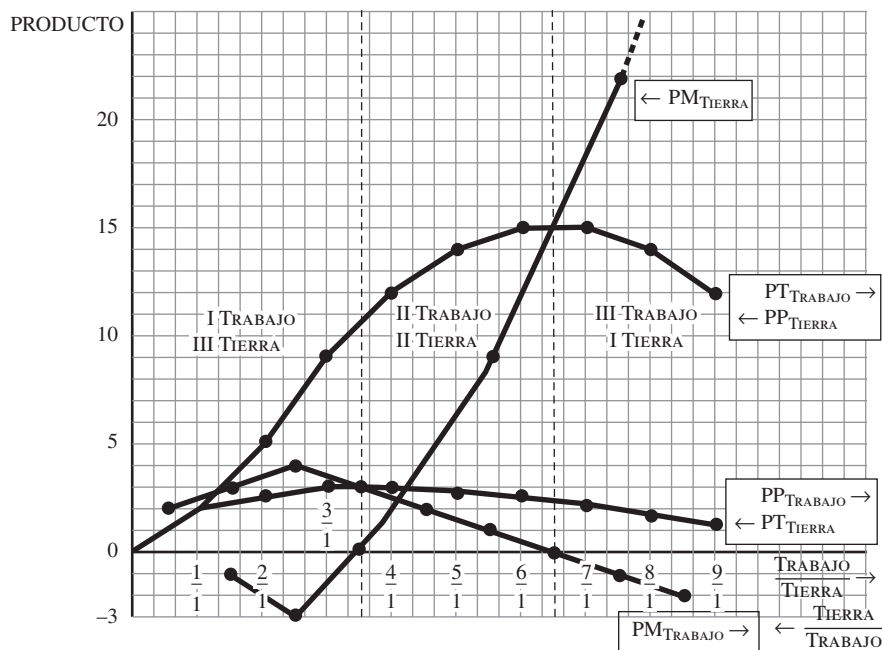
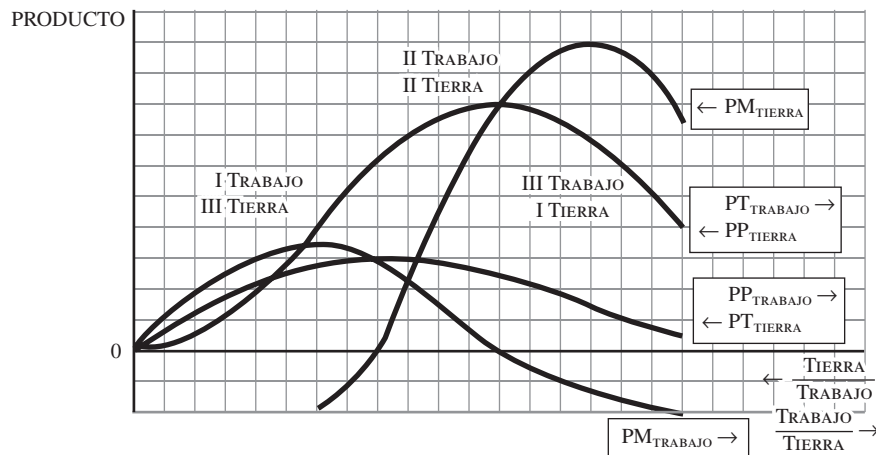

Figura 6-12
Figura 6-13
b) (Vea la figura 6-12.)
Recuerde que para que se cumplan las relaciones presentadas en la figura 6-12, el factor fijo debe ser la unidad y es necesario suponer rendimientos constantes a escala.
Observe que en el movimiento de derecha a izquierda en la figura 6-13, el PM_{tierra} primero asciende, llega a un punto máximo y después declina en la etapa I para la tierra. Esto es semejante al comportamiento del $PM_{trabajo}$ en la etapa I para el trabajo, pero éste con un movimiento de izquierda a derecha. En la figura 6.12 no se mostró este aspecto del comportamiento del PM_{tierra} en la etapa I para la tierra.
c) ¿En qué difiere esta gráfica de la figura 6-12?